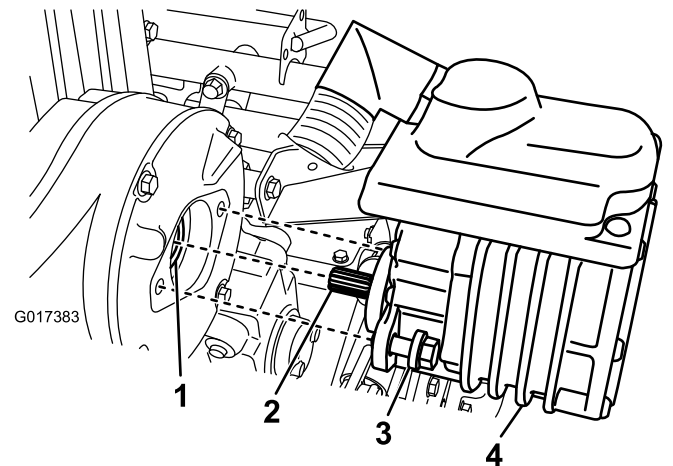

図 35
2. モータをトランスミッションケースに固定している2本のボルトを外す図 35。
4. グリスガンを使って、トランスミッションケースのメスのカップラに1回か2回のポンプ操作でグリスを注入する図 35。